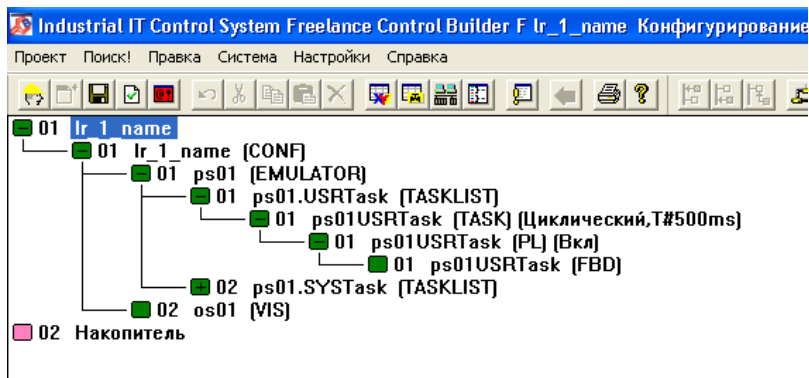
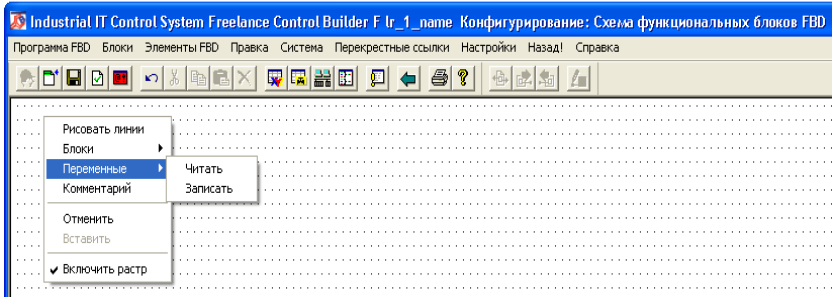

Рис. 1.22 – Дерево проекту.
Рис. 1.26 – Робочий простір для створення програми користувача.
вача описаним вище способом створить новий елемент наступного рівня – завдання типу *По умовчанию TASK* з ім'ям *ps01USRTask*. В параметрах даної задачі залиште усе параметри за умовчанням. Таким чином, всередині списку для завдань користувача з'явиться новий елемент – завдання з ім'ям *ps01USRTask (Task)* (*Циклический, T#500ms*). Тепер всередині цього завдання можна створити або *SFC-програму*, або *Список программ PL*. Створить список програм *ps01USRTask (PL)* (*Вкл*), а в ньому програму на мові *FBD* – *ps01USRTask (FBD)*. Додайте в дерево проекту операторську станцію *os01 (VIS)*. Таким чином, ви отримаєте конфігурацію, аналогічну представленій на рис. 1.22.
до проекту. Для цього виділіть ЛКМ і не відпускаючи кнопку проведіть курсором по всіх елементах шаблону (функція *drag-and-drop*). Далі, перенесіть виділену область в елемент конфігурації проекту з ім'ям *lr\_1\_name (CONF)*. Далі дійте вищеописаним способом до одержання потрібної конфігурації, яка показана на рис. 1.22.
Перевірте структуру апаратних засобів проекту на правдоподібність. Якщо помилок немає, то за допомогою команди *Назад!* або відповідної кнопки на панелі інструментів перейдіть у вікно з деревом проекту (див. рис. 1.22). На діалогове вікно з повідомленням про зроблені зміни конфігурації і питанням про збереження змін у разі згоди натисніть на кнопку *Да*. Також перевірте на правдоподібність проект в цілому.
Після проведених дій можна розробляти програму користувача. Для цього ЛКМ двічі клікніть по рядку *ps01USRTask (FBD)* у вікні дерева проектів (див. рис. 1.22) для відкриття робочого простору для програмування. Відкриється вікно, екранна форма якого показана на рис. 1.26. В режимі розроблення програми користувача в рядку меню з'являться нові команди: *Программа FBD*, *Блоки*, *Элементы FBD*, *Перекрестные ссылки*. Контекстне меню складається з команд для створення зв'язку між компонентами, для вибору блоків та змінних.